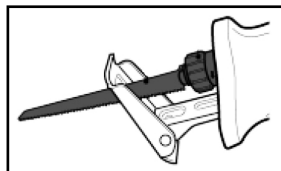

РИС. 2
Вставьте подходящее пильное полотно (12) до упора в гильзу (3) для инструмента и отпустите зажим гильзы (4) (Рис. 2).